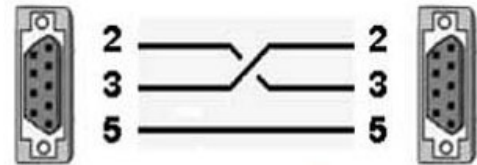

Рис.1. USB-IRDA адаптер.
4.1.1. IrDA – инфракрасные порты предназначены для беспроводного соединения двух компьютеров или подключения гаджета к компьютеру. Связь обеспечивается при условии прямой видимости, дальность передачи данных – не более 1 м. Если в компьютере нет встроенного IrDA адаптера, то он может быть выполнен в виде дополнительного внешнего устройства – USB–IrDA адаптера, подключаемого через USB-порт (рис.1). В Windows XP имеются встроенные средства для работы с ИК-портом, позволяющие без дополнительной установки внешних драйверов осуществлять беспроводную передачу файлов.